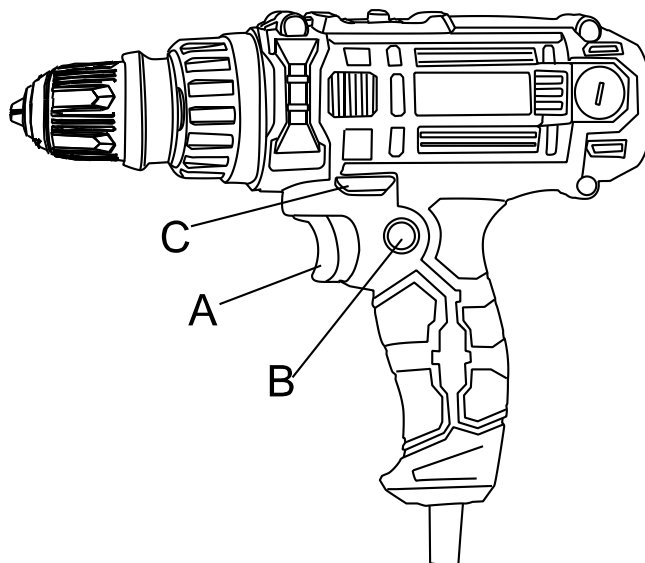

Рис. 2
Вы можете зафиксировать режим работы, нажав на кнопку (A) и кнопку фиксации пуска (B) одновременно. Для отключения этого режима нажмите на кнопку (A) (Рис. 2).
- Установите переключатель (C) в положение “←” для левостороннего вращения.
- Установите переключатель (C) в положение “→” для правостороннего вращения. (Рис. 2)